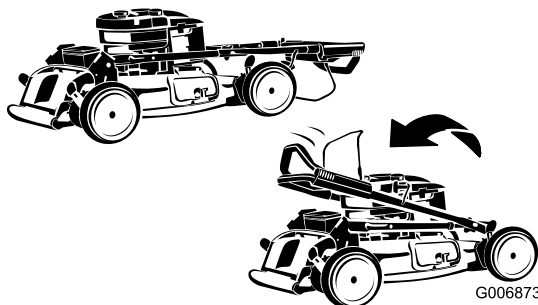

Figure 37
2. Pliez la moitié supérieure du guidon en avant de la manière indiquée (Figure 37).